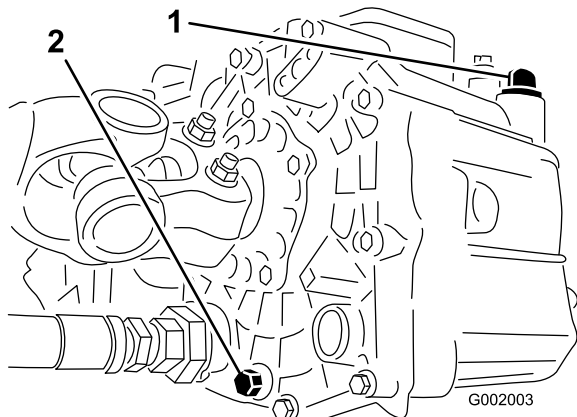

Figura 50
3. Togliete la valvola di spurgo situata sul fianco del serbatoio e lasciate defluire il fluido idraulico nella bacinella. (Figura 50).